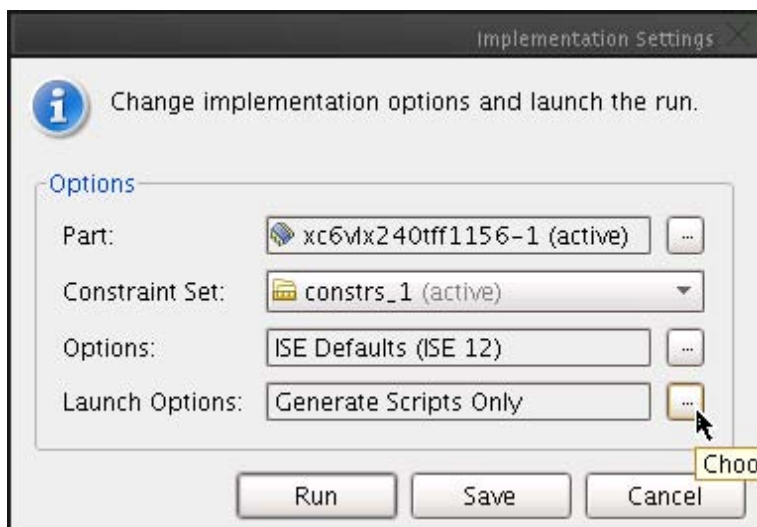

図 12 : 起動オプションを開く
6. [Implementation Settings] ダイアログ ボックスで、[Launch Options] フィールドの右側にあるボタンをクリックします (図 12)。